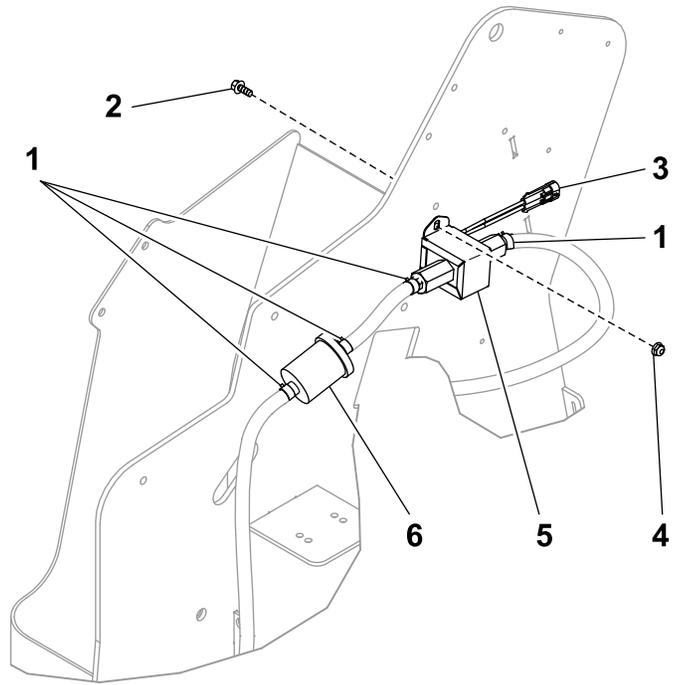

图 20
- 如图 20 所示，用 2 个螺栓（1/4 x 5/8 英寸）和 2 个锁紧螺母（1/4 英寸）安装新燃油泵。